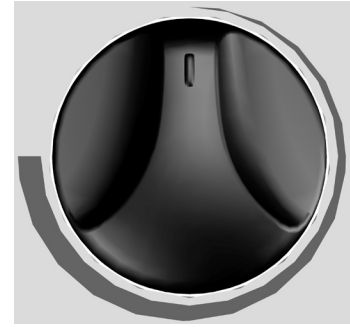

fig. 7
I**GB****F****fig. 6****fig. 7**
- Per attivare la funzione ANTIGELO, ruotare la manopola "A" (fig. 1) tutta in senso antiorario (fig. 7) e selezionate la potenza di riscaldamento ruotando la manopola "C". Verificate inoltre che il selettore "E" del timer sia posizionato sul simbolo "I".
- To activate FROST-PROTECTION function, turn knob "A" (fig. 1) anticlockwise all the way (fig. 7) and select the heating power by turning knob "C". Also check that the timer selector "E" is set to the "I" symbol..
- Pour activer la fonction ANTIGEL, tourner la molette "A" (fig. 1) à fond dans le sens inverse des aiguilles d'une montre (fig. 7) et sélectionner la puissance de chauffage en tournant la molette "C". S'assurer par ailleurs que le sélecteur "E" du temporisateur est bien sur le symbole "I".
- Zur Aktivierung der Funktion FROSTSCHUTZ drehen Sie den Knopf "A" (Abb. 1) ganz im Gegenuhrzeigersinn (Abb. 7) und wählen die Heizleistung durch Drehen des Knopfes "C". Stellen Sie darüber hinaus sicher, dass der Wahlschalter "E" des Timers in der Position "I" steht.
- Para activar la función ANTICONGELACIÓN, gire la manija "A" (fig. 1) completamente en sentido levógiro (fig. 7) y seleccione la potencia de calentamiento con la manija "C". Verifique también que el selector "E" del temporizador esté alineado con el símbolo "I".